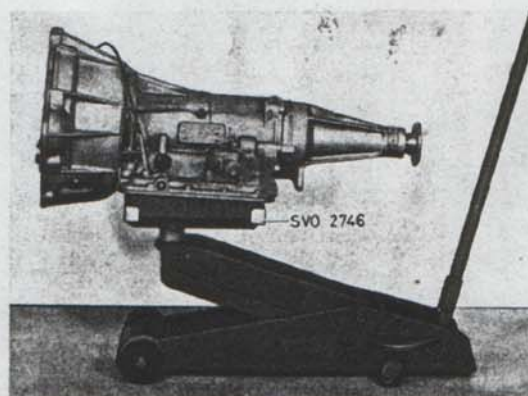

Bild 36. Fixtur för växellåda.
5. Placera en domkraft och fixtur SVO 2746 under växellådan, se bild 36.
8. Ta loss elledningarna från startspärren. Lossa skruvarna för startspärren. Placera en domkraft med fixtur SVO 2746 under växellådan. Se bild 36. Lossa fästskruvarna för konverterkåpan. Dra växellådan bakåt och frigör samtidigt styrta-ppen på konvertern. Sänk ned och ta bort växel-lådan.